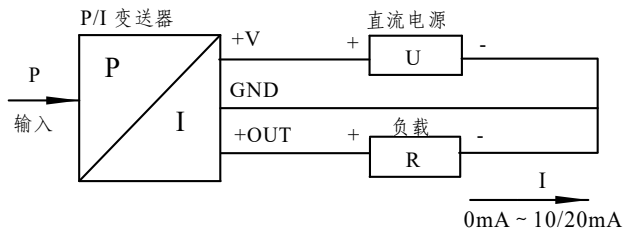

图 4
4.1.2 三线制， $0\text{mA} \sim 10/20\text{mA}$ ADC 输出的变送器电气连接方法见图 4。